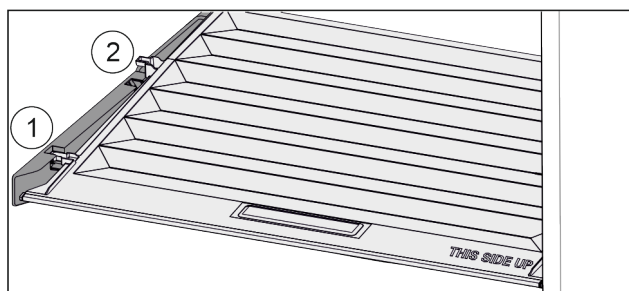

Fig. 116
- Tõmmake kaant kuni avanemiseni hoidedetailides ettepoole Fig. 116 (1).
- Tõstke tagant altpoolt üles ja võtke ülespoole ära Fig. 116 (2).